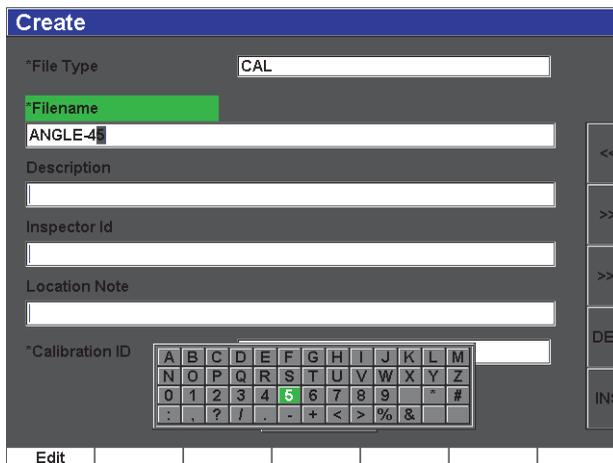

图 2-20 创建屏幕
- 出现 **Create**（创建）屏幕（参见第 50 页的图 2-20）。